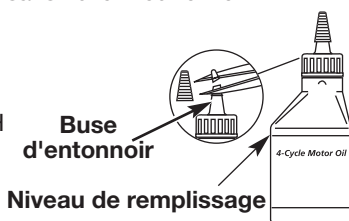

Fig. 9
Votre appareil est livré avec une bouteille d'huile SAE 30 SF, SG, SH de 90 ml (3,04 oz) (Fig. 9).
REMARQUE : conservez la bouteille pour mesurer correctement la quantité nécessaire d'huile plus tard (Fig. 9). Voir *Changement d'huile*.
1. Dévisser le bouchon de la bouteille d'huile et retirez le papier couvrant l'ouverture. Remplacez le bouchon. Coupez la pointe de la buse de l'entonnoir (Fig. 9).